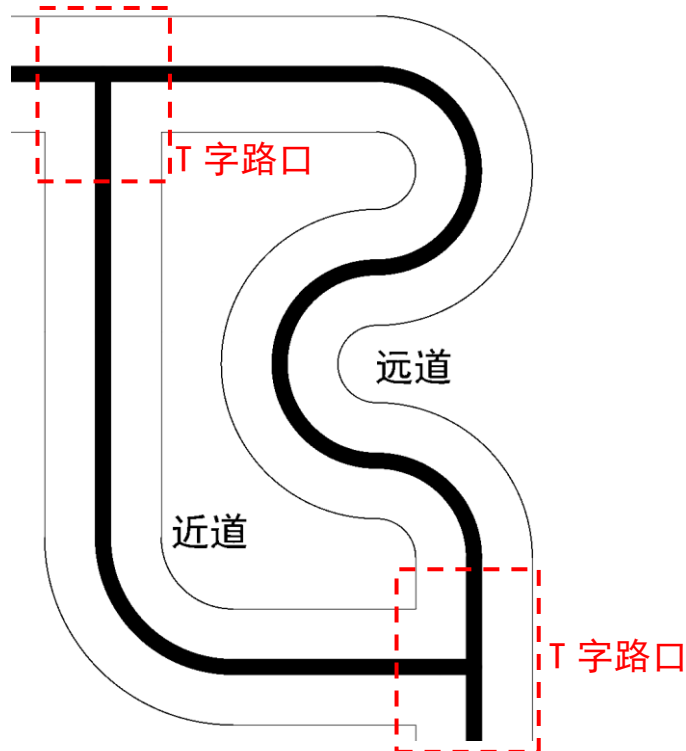

图3 T字路口示意图
② **T字路口：**该元素在直道上，当智能电车行驶到T字路口时，可以自主选择从近道或者远道行驶。近道和远道可由直道、弯道等元素组成。其示意图如图3所示。